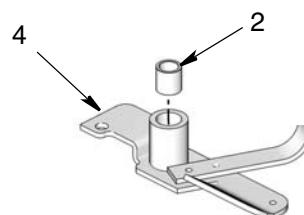

ABB. 12
- g. Installieren Sie das Lager (2) im Flügel (4), wie in ABB. 12 gezeigt.